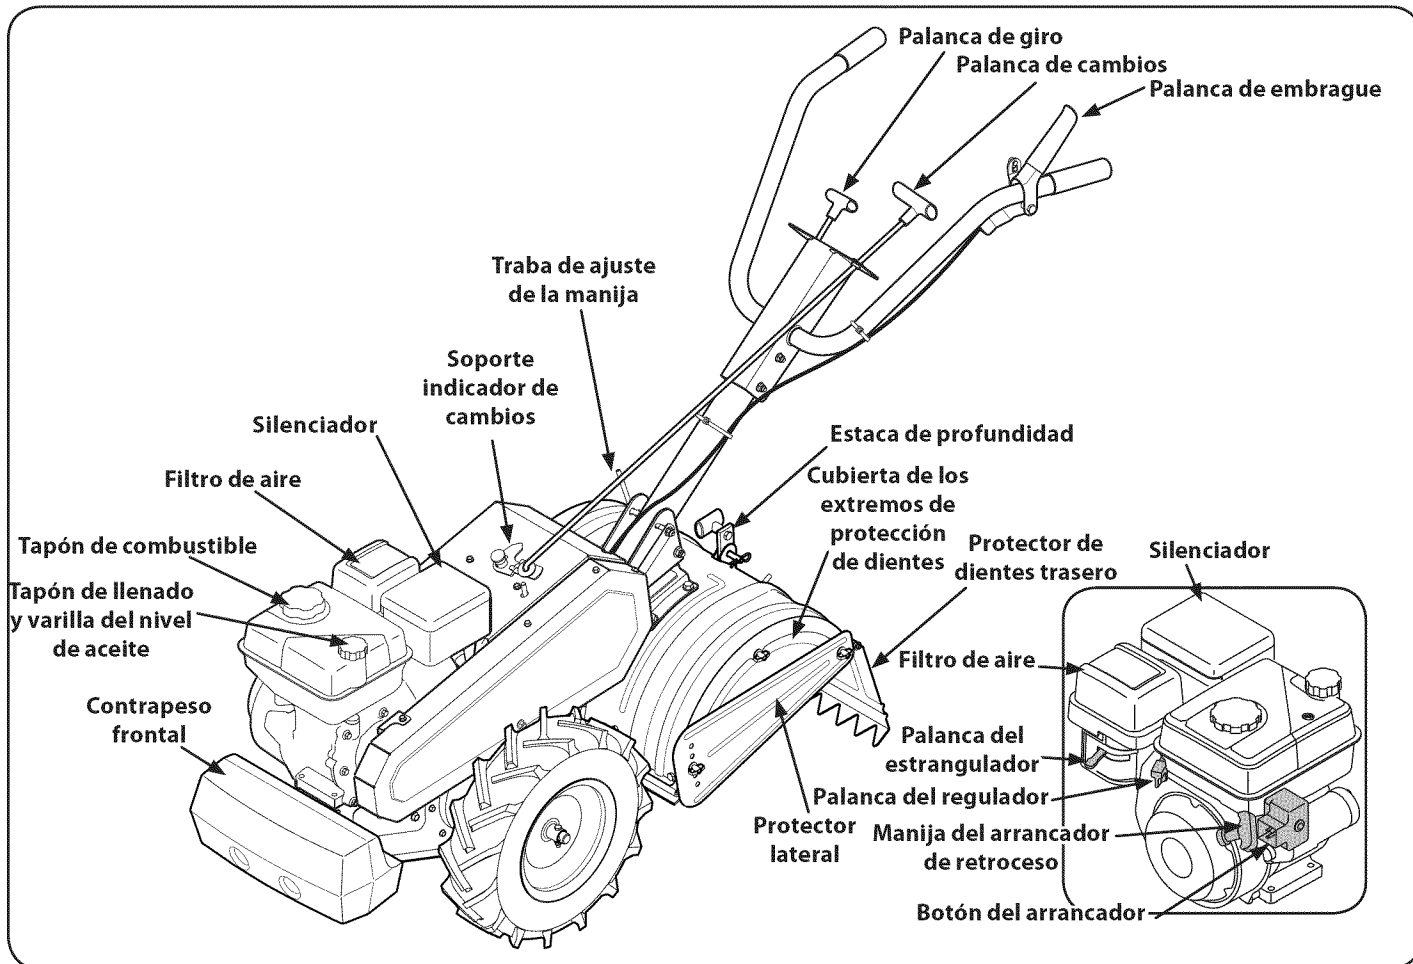

Figura 13
Ahora que tiene la cultivadora preparada para funcionar, familiarícese con los controles y funciones. Se describen en las dos páginas siguientes y se ilustran en esta página en la Figura 13. Este conocimiento le permitirá utilizar su nuevo equipo a su máxima capacidad.
- Mueva la palanca de control del regulador a la posición START/RUN (representado por una liebre) . Vea la Figura 13. Presione el botón del arrancador para arrancar el motor.
- Mueva la palanca de control del regulador a la posición START/RUN (representado por una liebre) . Vea la Figura 13.